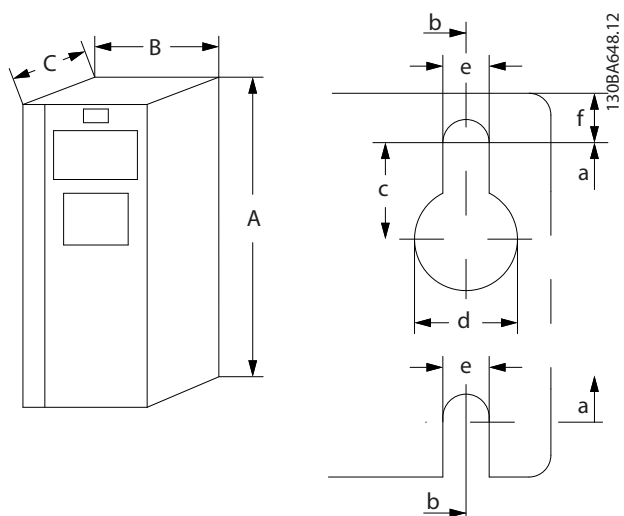
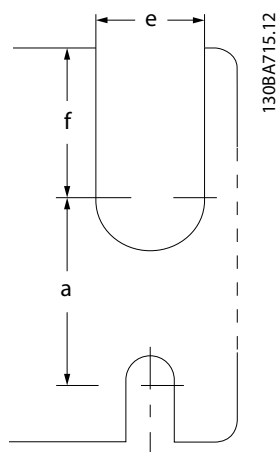

図 8.2 上部及び下部の実装穴 (章 8.9 電力規格、重量、寸法を参照)
図 8.3 上部及び下部の実装穴 (B4、C3、C4)
1) 上部及び下部の実装穴については、図 8.2 及び図 8.3 を参照。
1) 上部及び下部の実装穴については、図 8.2 及び 図 8.3 を参照。